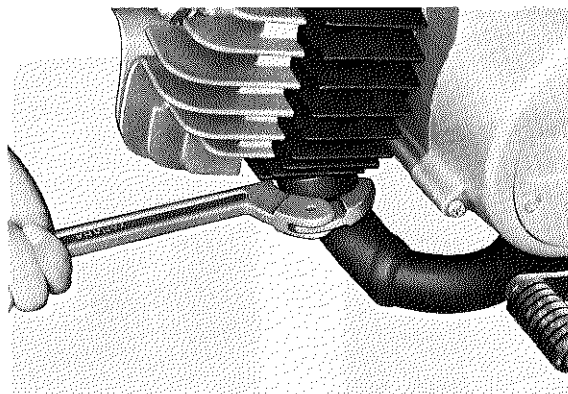

Fig. 3-1-1
5. Remove exhaust pipe ring nut. (Fig. 3-1-1)
5. Enlever l'écrou annulaire du tuyau d'échappement (Fig. 3-1-1)
5. Auspuffrohr-Ringmutter abnehmen. (Fig. 3-1-1)